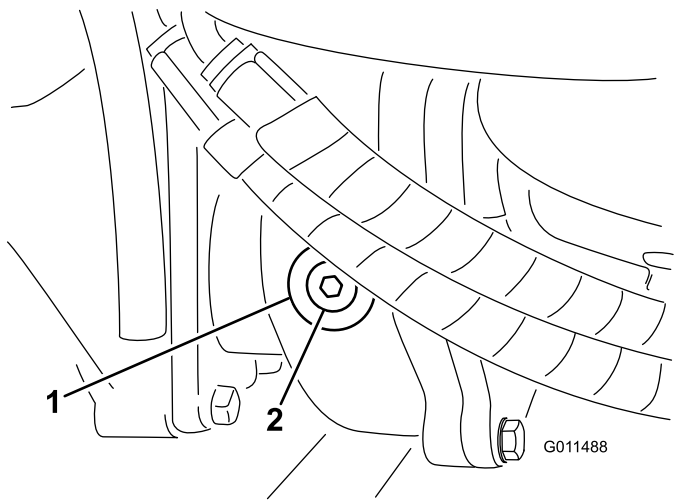

Figura 85
- Retire el tapón de verificación/llenado del lado izquierdo de la caja de engranajes y asegúrese de que el lubricante llega al borde inferior del orificio (Figura 85).